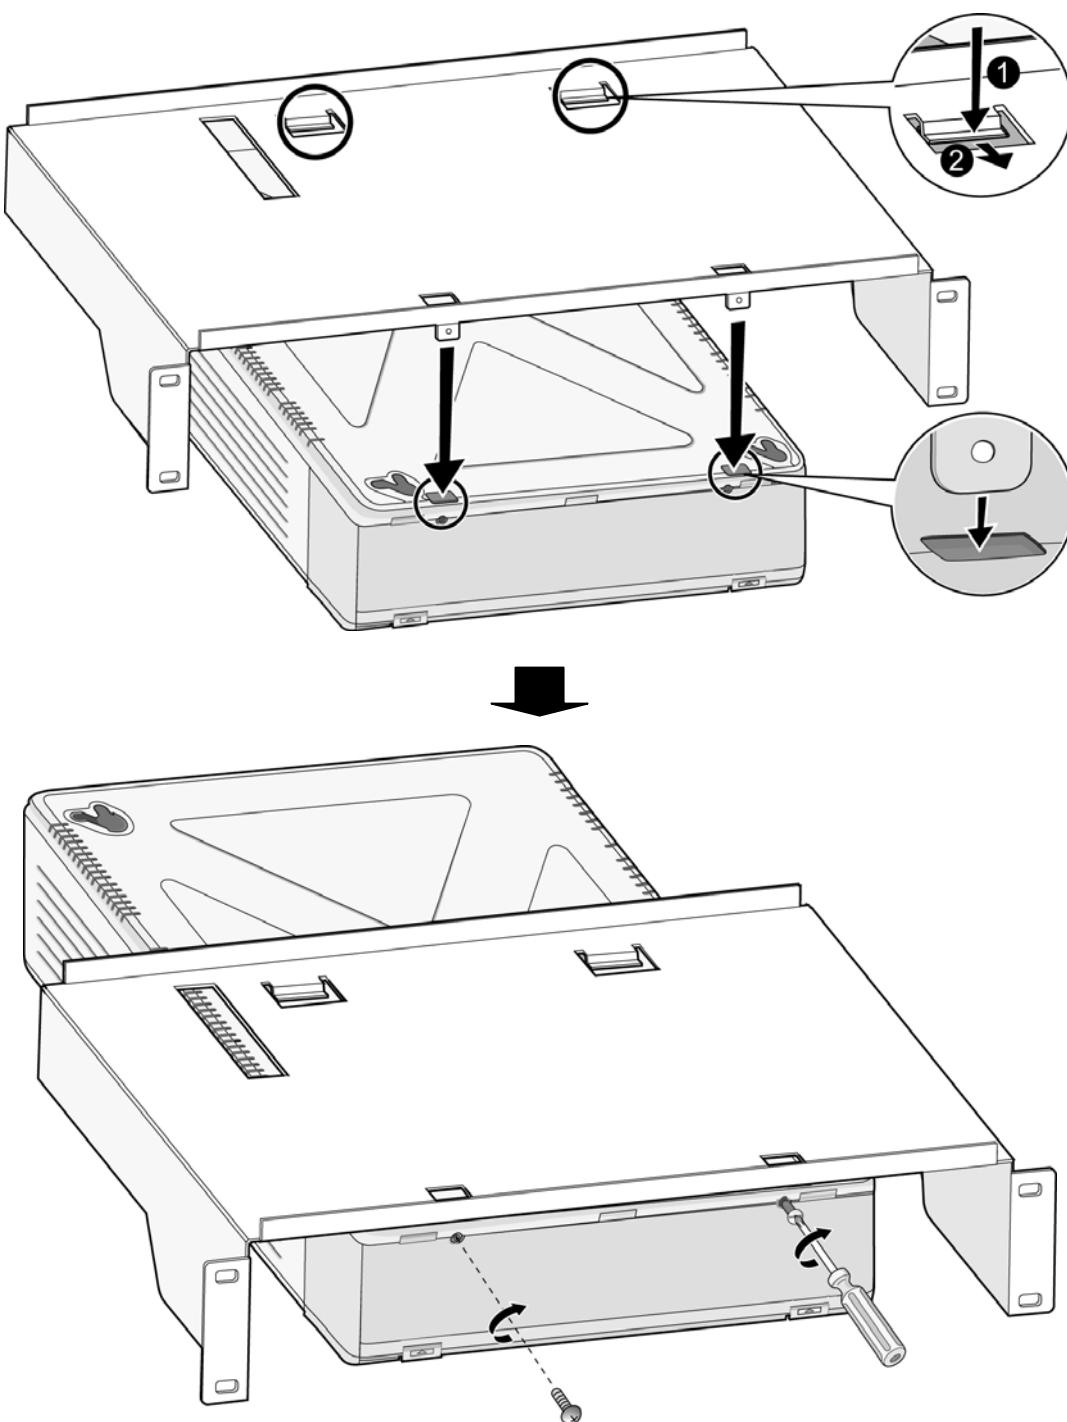

Рис. 3.3.2.2а Установка стоечного крепления
3. Стоечное крепление с находящейся в нем системой закрепите на стойке с помощью 4 шурупов (Рис. 3.3.2.2б).